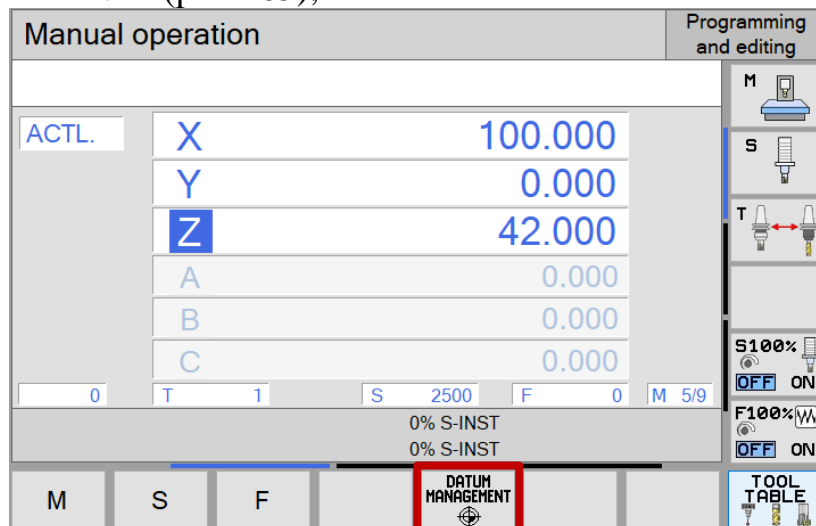

Рис.165. Кнопка «DATUM MANAGEMENT»
4. На экране пульта управления нажать кнопку «DATUM MANAGEMENT» (рис.165);